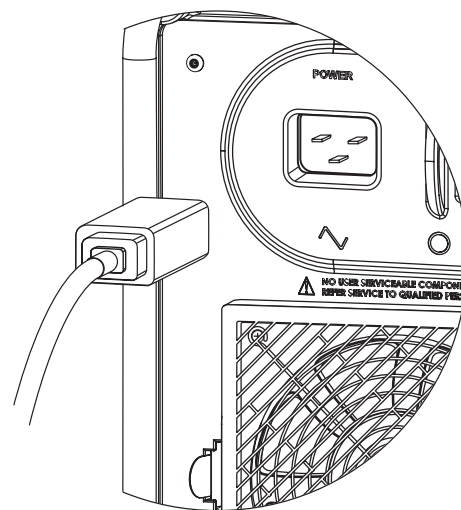

Рис. 6 — Подключение шнура питания
2. Убедитесь в том, что выключатель питания на левой стороне источника питания M200 находится в положении OFF (ВЫКЛ.) (O).
3. Подключите шнур питания к силовому разъему на боковой стороне устройства (рис. 6).